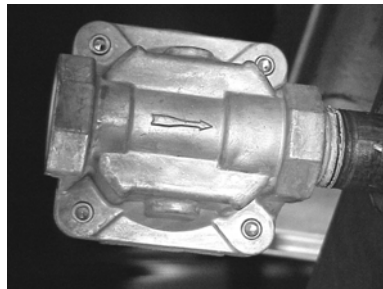
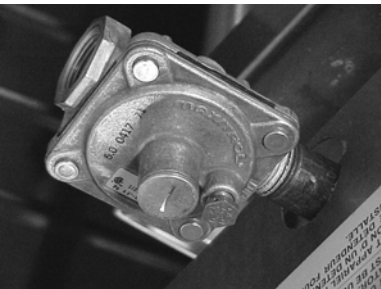

Fig. 2
Fig. 3
Il faut installer le r  gulateur de pressi0n du gaz fourni avec la plaque chauffante. Installer le r  gulateur aussi pr  s que possible de la plaque    frire, sur la conduite de gaz. S'assurer que la fl  che sur la face int  rieure du r  gulateur pointe vers le d  bit de gaz allant    la plaque    frire (Fig.2) et que le r  gulateur est positionn   de fa  on    ce que le bouchon d'a  ration et la vis de r  glage soient dirig  s vers le haut droit (Fig. 3). Apr  s avoir install   le r  gulateur, v  rifiez et r  glez la pressi0n du gaz . La pressi0n doit   tre r  gl  e    10 cm colonne d'eau (CE) pour le gaz naturel et 25 cm colonne d'eau (CE) pour le gaz propane, au moment o   tous les br  leurs sont allum  s. On recommande qu'un technicien qualifi   du service de gaz ayant les outils, les instruments et les comp  tences n  cessaires effectue l'installation de la plaque chauffante et du r  gulateur de pressi0n du gaz.